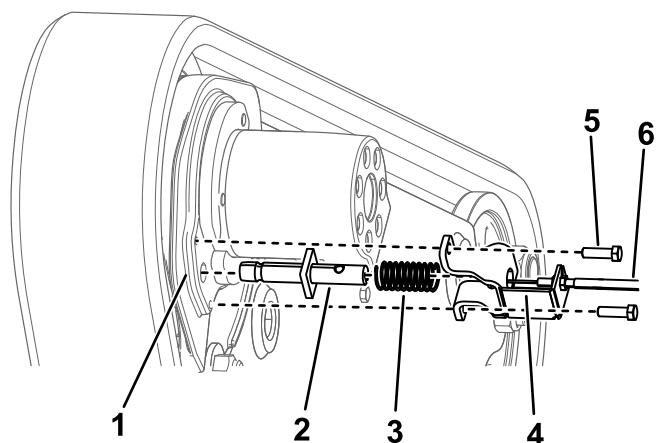

Рисунок 8
- A. Отверните и сохраните 2 болта, с помощью которых крепление тормоза присоединено к литому компоненту гидромотора привода гусеницы (Рисунок 8).
- B. Ослабьте гайки, с помощью которых трос тормоза присоединен к креплению тормоза (Рисунок 8). Снимите тросы тормозов.
- C. Снимите и сохраните пружину сжатия (Рисунок 8).